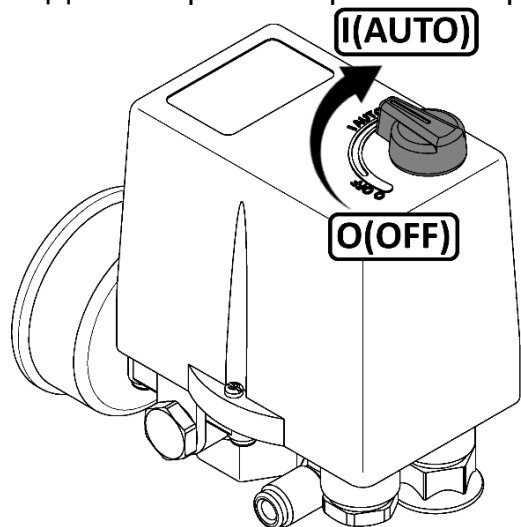

Рисунок 4
- Проверьте, чтобы выключатель на прессостате находился в выключенном положении "OFF" или "O", в зависимости от исполнения (см. рисунок 4).
- 1 Выключить компрессор выключателем на прессостате. Для этого необходимо переключить выключатель в положение "OFF" или "O", в зависимости от исполнения (см. рисунок 4). После этого остановится электродвигатель и произойдет сброс давления из нагнетательного воздухопровода и поршневого блока.
двигатель остынет до допустимой температуры, переключите выключатель на прессостате в положение "OFF" (см. рисунок 4), а затем включите компрессор переключив выключатель в положение "AUTO".